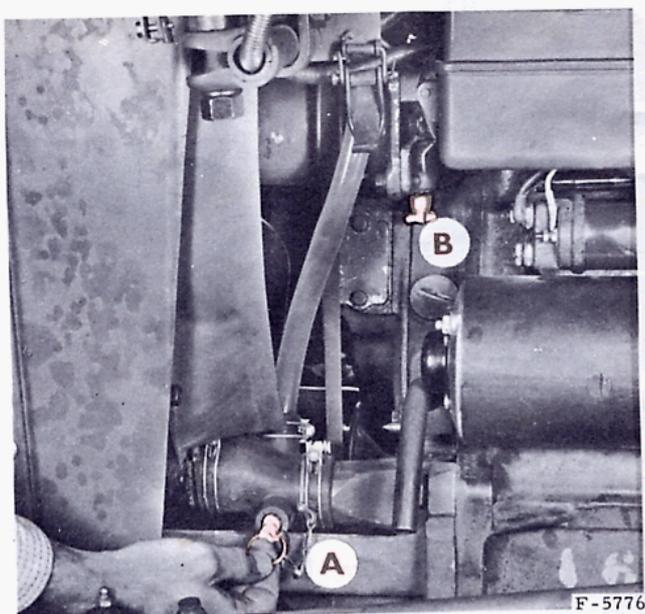

Fig. 19. — Vidange du système de refroidissement. - A. Bouchon de vidange de durite du radiateur. - B. Robinet de purge de la pompe.
2. Retirez de son logement le bouchon de vidange de durite du radiateur (figure 19).